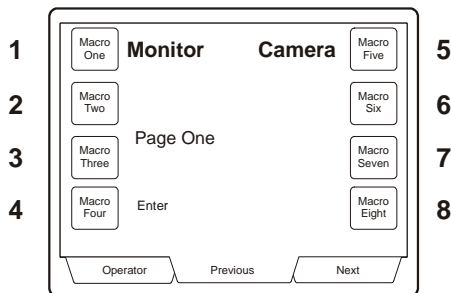

Abbildung 4.4: Makrosymbol-Referenznummern
5. Die acht Makrosymbole im Makrokonfigurationsmenü sind durch die Ziffern 1 bis 8 gekennzeichnet – vgl. Abbildung 4.4. Geben Sie die Kennziffer des zu programmierenden Symbols ein (1 - 8) und drücken Sie die Soft-Taste KEY ID.